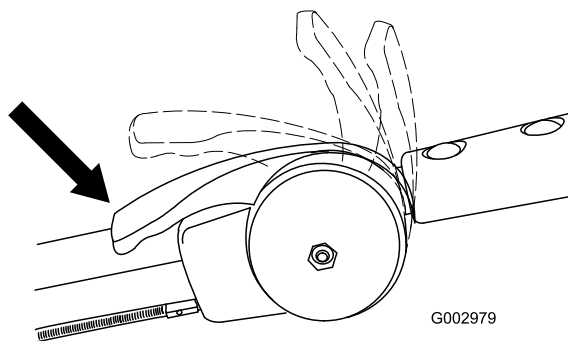

Figure 21
3. Réglez la manette d'accélérateur en position Starter (Figure 21).